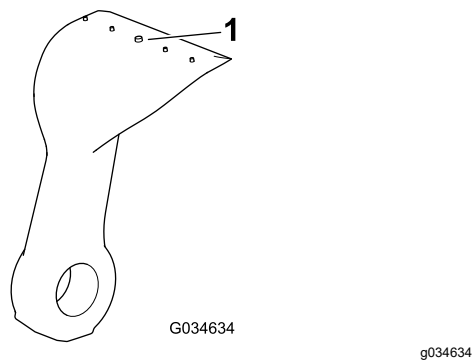

图 10
5. 利用磨损线检查每个刀片是否过度磨损图 10。当刀片向下磨损至磨损线时请更换刀片。